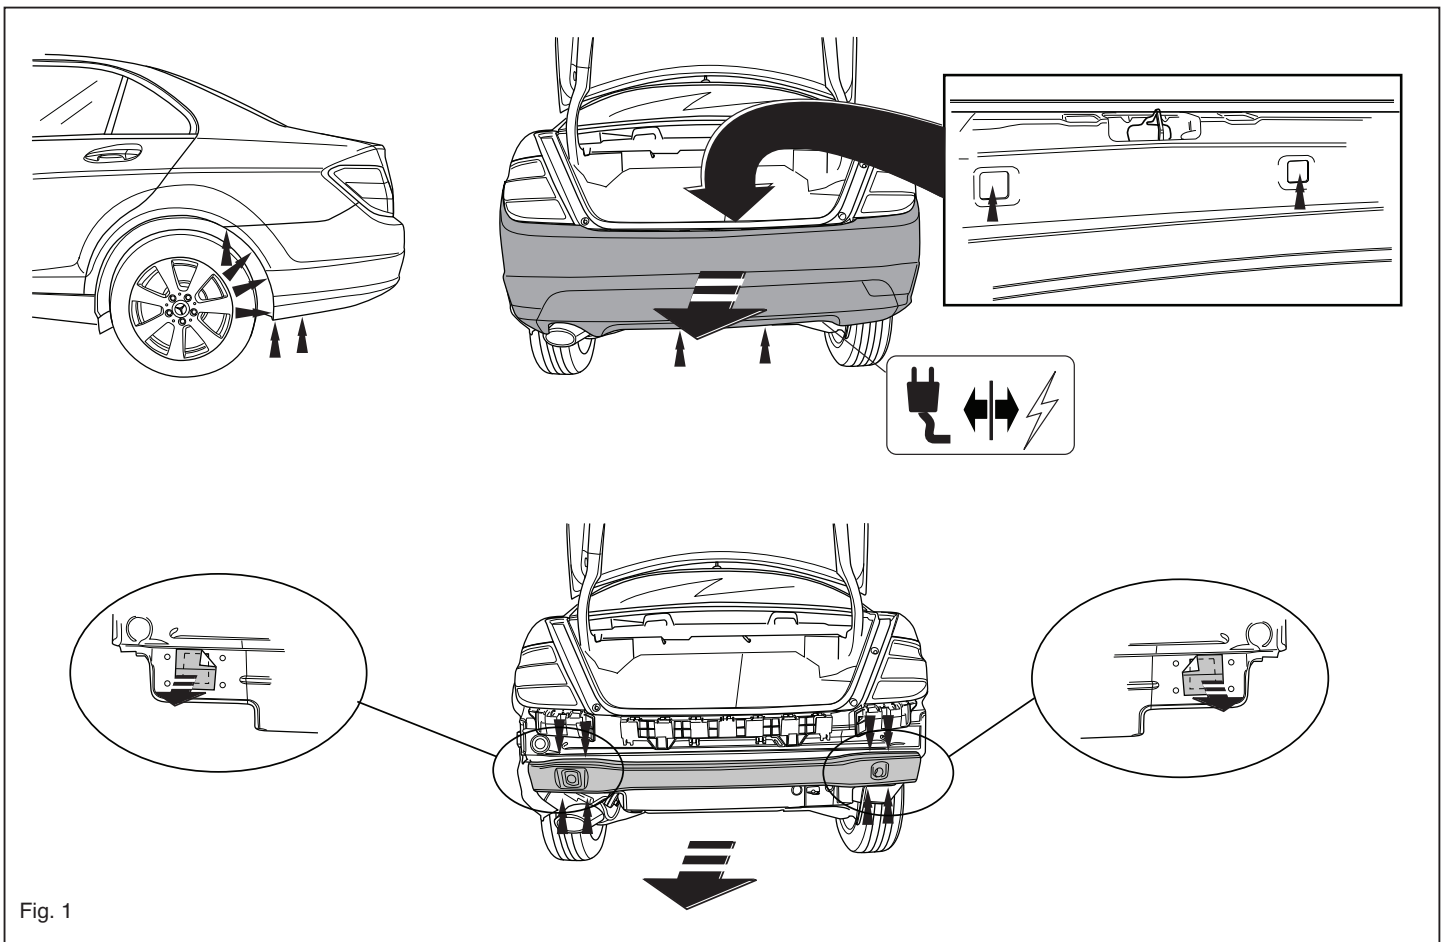

Fig. 1
1. Remove the bumper and the steel buffer beam from the vehicle. The buffer beam will no longer be needed. See figure 1.
1. Die Stoßstange einschließlich des stählernen Stoßbalkens vom Fahrzeug abmontieren. Der Stoßbalken wird nicht mehr benötigt. Siehe Abbildung 1.
1. Déposer le pare-chocs du véhicule y compris la traverse en acier la traverse ne sera plus utilisée. Voir la figure 1.